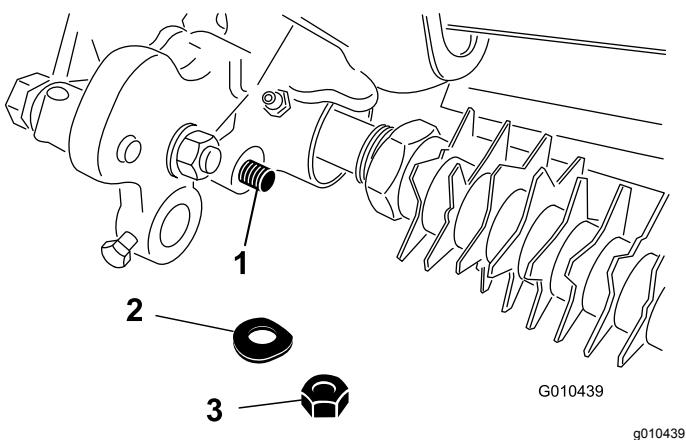

Bild 32
4. Entfernen Sie die Sicherungsmutter und die Belleville-Scheibe, mit denen das Stangenende des Schnitthöhenarms am Groomerantrieb befestigt ist (Bild 32).